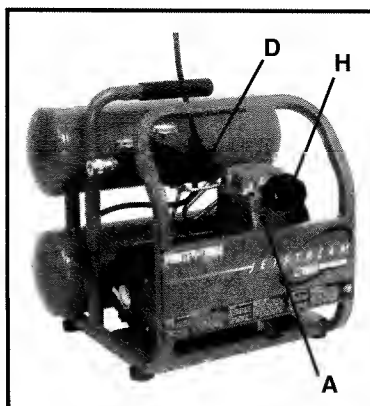

Fig. 1
**Bomba del compresor de aire (A), Fig. 1:** Para comprimir el aire, el pistón se mueve hacia arriba y hacia abajo en el cilindro. En la carrera descendente, se aspira aire a través de las válvulas de admisión. Las válvulas de escape permanecen cerradas. En la carrera ascendente del pistón, se comprime el aire. Las válvulas de admisión se cierran y se fuerza la salida de aire comprimido a través de las válvulas de escape.
**Conmutador activado por presión prefijada (D), Fig. 1:** El conmutador activado por presión prefijada arranca el motor automáticamente cuando la presión del tanque desciende por debajo de la presión de "conexión" establecida en fábrica y detiene el motor cuando la presión del tanque de aire alcanza la presión de "desconexión" establecida en fábrica.
**Filtro de admisión de aire (H), Fig. 1:** Este filtro está diseñado para limpiar el aire que entra en la bomba. Este filtro siempre debe estar limpio y no tener obstrucciones. Gire la tapa del filtro en sentido contrario al de las agujas del reloj para quitarlo y dejar al descubierto el elemento de papel del filtro.